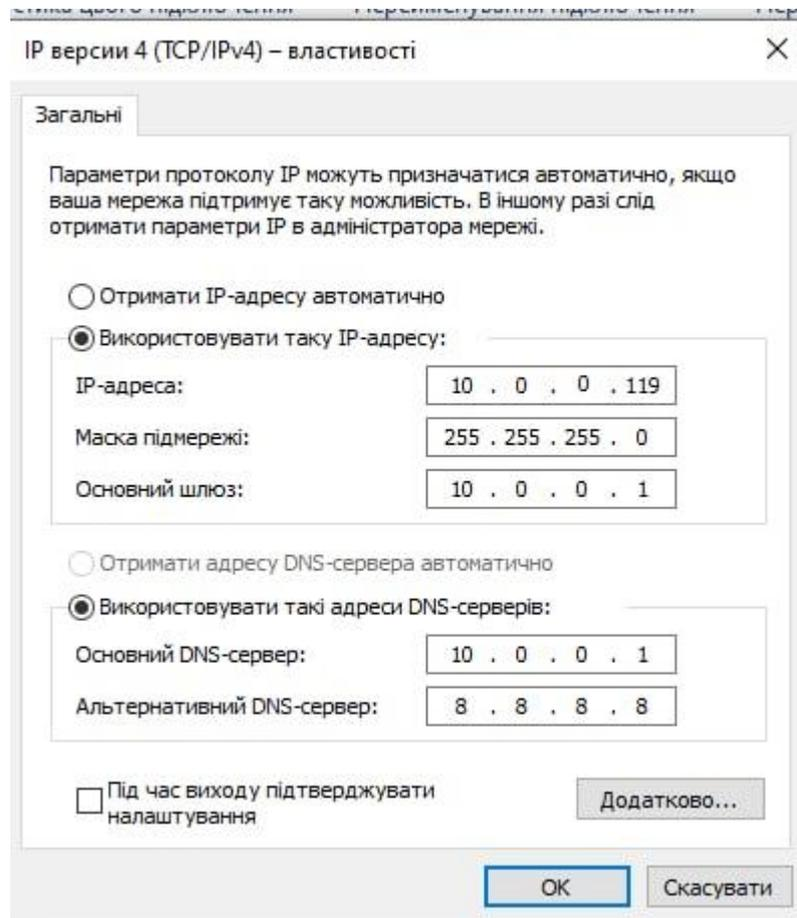

Рисунок 7.1 – Приклад налаштувань мережевої карти ПК для програмування M-NET.2
Пристрій містить наступні індикатори режимів роботи (рис. 7.1):
- Налаштувати параметри мережевої карти ПК відповідно до рис. 7.1: